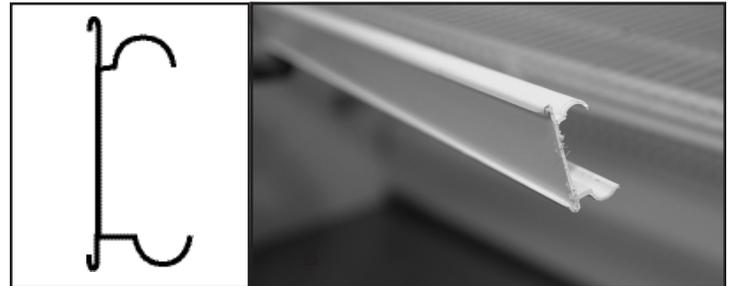

Fig. 2. Encaje la tira de sabores en el estante con el lateral más grande sobre la parte inferior.
2. Con la apertura de la tira más grande en la parte inferior, encaje la tira de sabores en el estante. Consulte las figs. 2 a 3.